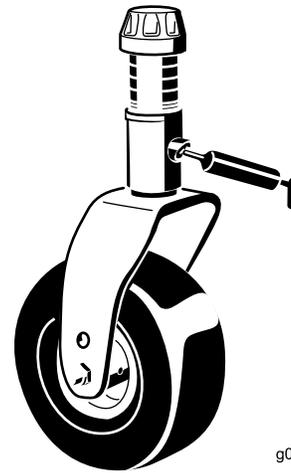

Figura 42
- 1 boccola dell'albero della forcella della ruota orientabile (Figura 42)